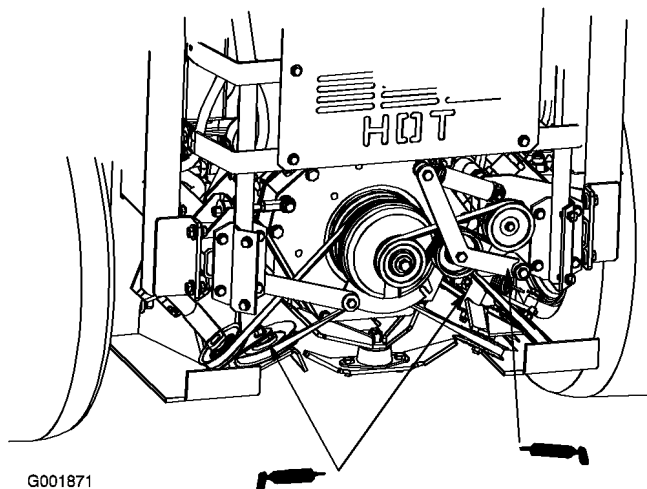

Figura 37
1. Ingrassate il braccio di rinvio della ventola di raffreddamento (Figura 37).
2. Ingrassate i bracci di rinvio della trasmissione (Figura 37).